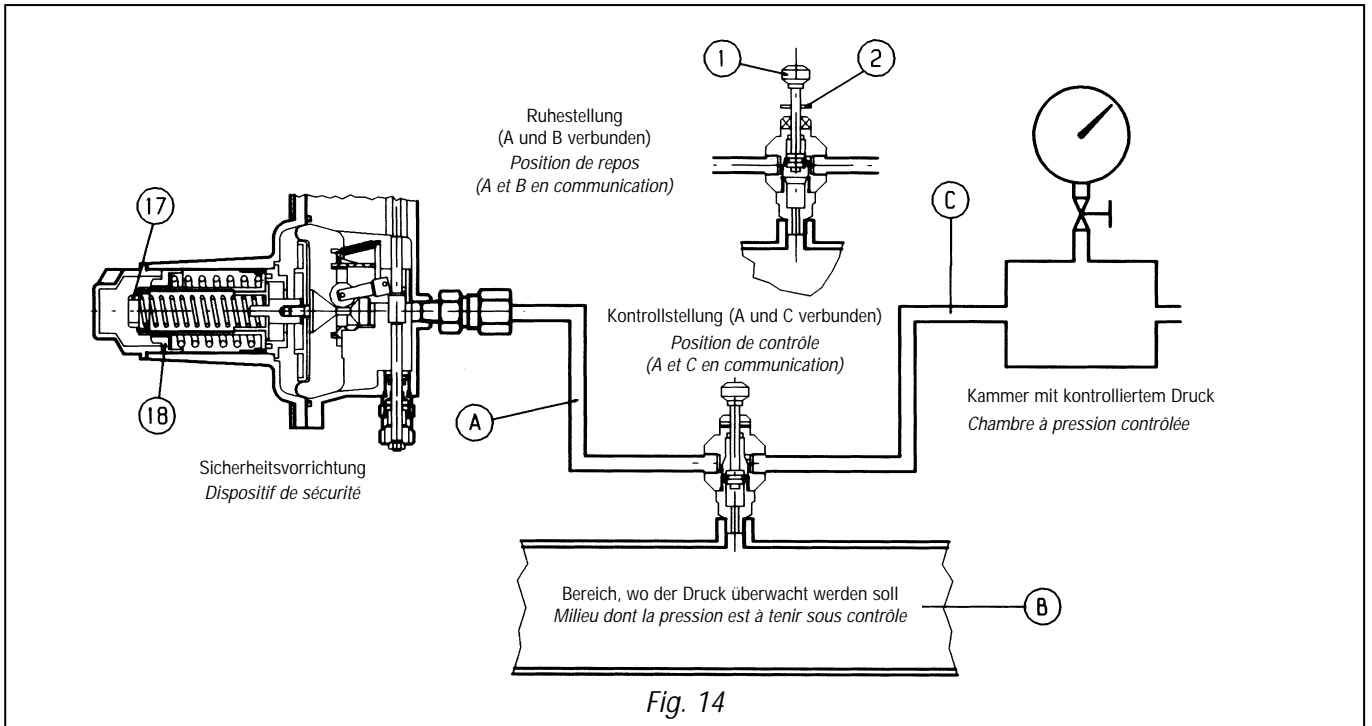

Fig. 14
6.1 INBETRIEBNAHME DES REGLERS MIT INTEGRIERTEM SICHERHEITSABSPERR-VENTIL L/.. (ABB. 14)
6.1 DÉTENDEUR AVEC VANNE DE SÉCURITÉ L/.. INCORPORÉE (FIG. 14)
A) Bei Sicherheitsabsperrventilen, die durch das 3-Wege-Ventil "Push" 11 mit der Ausgangsdruckleitung verbunden sind, ist folgendermaßen vorzugehen (Abb. 14):
A) Pour les vannes de sécurité branchées à la tuyauterie en aval par l'intermédiaire de la vanne de déviation à trois voies "push" 11, procéder de la façon suivante (fig. 14):
- A) Bei Sicherheitsabsperrventilen, die durch das 3-Wege-Ventil "Push" 11 mit der Ausgangsdruckleitung verbunden sind, ist folgendermaßen vorzugehen (Abb. 14):
- A) Pour les dispositifs de sécurité reliés au tuyau en aval par la vanne déviatrice à trois voies "push" 11, procéder de la façon suivante (Fig. 14):